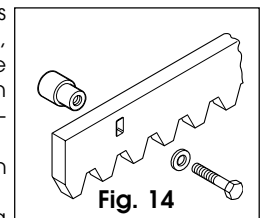

Fig. 14
4.4.1. CREMALLERA DE ACERO PARA SOLDAR (Fig. 14)